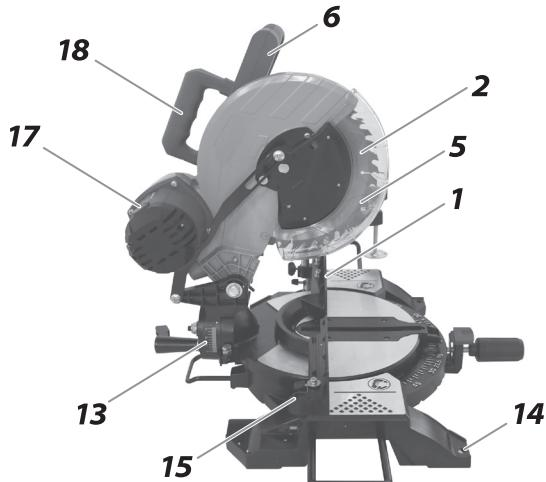
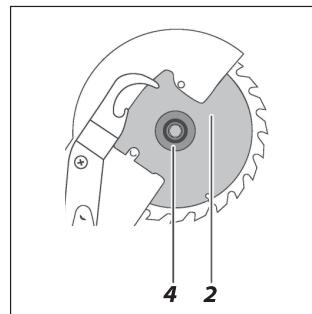

Рис. 1
Рис. 3
ВНЕШНИЙ ВИД ЭЛЕКТРОИНСТРУМЕНТА (Рис. 1, 2)
3. Снимите наружный фланец (4) (Рис. 3) и пильный диск (2) (Рис. 1);
соответствовать направлению вращения шпинделя, обозначено стрелкой на защитном кожухе (5) (Рис. 1).